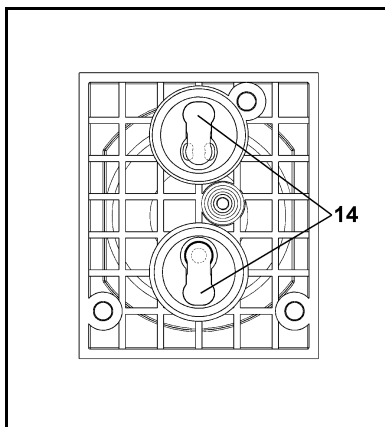
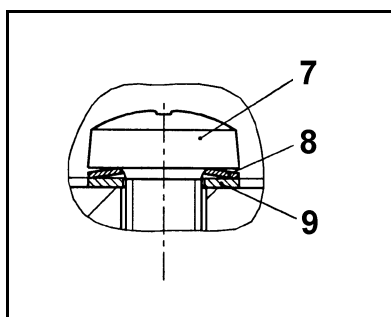

Fig. 9: Emplacement des plaques soupapes
Fig. 10: Disposition et orientation de la rondelle Belleville (8) et de la rondelle (9) par rapport à la vis (7)
\* voir fig. 10
4. Desserrer les trois vis (7) dans la plaque de tête (10) et retirer la plaque de tête des culasses (11), (14) et (15).
5. Retirer les plaques soupapes (13) ainsi que les joints toriques (12) des culasses (11), (14) et (15).
**i** Il se peut aussi que les joints toriques collent à la plaque de tête (10) au lieu de reposer dans la culasse.
6. Insérer les nouvelles plaques soupapes (13) ainsi que les nouveaux joints toriques (12) dans les culasses (11), (14) et (15).
**i** Le côté supérieur et le côté inférieur des plaques soupapes sont identiques. Pour l'emplacement correct, voir la fig. 9.
1. Poser la plaque de tête (10) sur les culasses (14), (14) et (15) selon les repères au feutre.
2. Serrer à la main légèrement et avec précaution les trois vis (7) de la plaque de tête (10).
**i** Voir la fig. 9 pour la disposition et l'orientation de la rondelle Belleville (8) et de la rondelle (9) de la vis (7).
3. Poser le recouvrement de tête (4) sur le corps de pompe (18).
4. Serrer tout d'abord légèrement les neuf vis (3) du recouvrement de tête (4) : tout d'abord les vis du niveau de pompe moyen, puis les vis de droite et ensuite les vis de gauche.
5. À présent, serrer à fond les neuf vis (3) en commençant avec les vis intérieures et en poursuivant vers l'extérieur.
**i** S'il est difficile de serrer les vis, c'est que les culasses ne sont pas alignées entre elles ou que les culasses et la plaque de tête ne sont pas à fleur (voir la fig. 10).
6. Remonter les deux recouvrements latéraux (5).
7. Remonter la poignée de pompe (2).